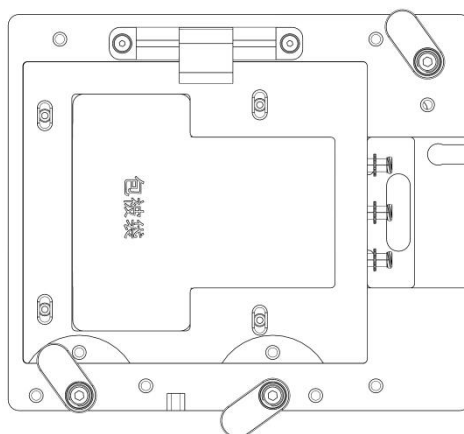

图 3-3
- 2) 合上包被防护板，旋转固定夹，并将防护板固定，完成后如图 3-3 所示；